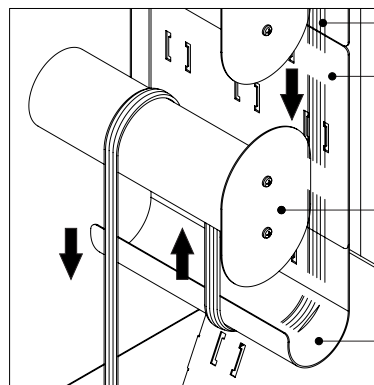

Figura 10B
4. Fije los cordones en las otras placas de partición, pasando a través de la curva guía de cables (ítem 2) hasta el tubo guía (ítem 3) (ver figura 10B).